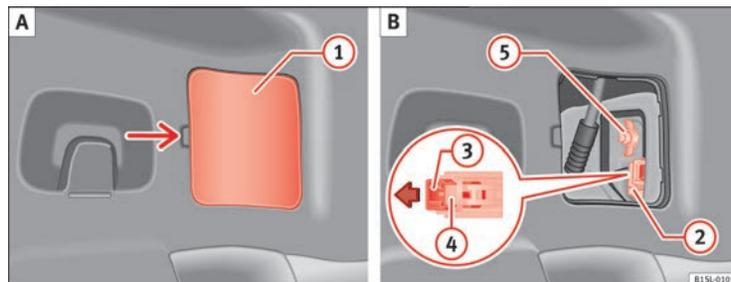

Abb. 148 Seitlich im Gepäckraum: A: Abdeckung ausbauen, B: Rückleuchte ausbauen.
3. Die Abdeckung ① vorsichtig abhebeln → Abb. 148 A.
4. Verriegelung ③ am Anschlussstecker ② in Pfeilrichtung ziehen → Abb. 148 B. Dazu den Schraubendreher aus dem Bordwerkzeug zur Hilfe nehmen.
5. Verrastung ④ drücken und Anschlussstecker ② abziehen → Abb. 148 B.
6. Flügelmutter ⑤ abschrauben → Abb. 148 B.
13. Mit einer Hand die Rückleuchte an der Einbauposition halten und mit der anderen die Flügelmutter ⑤ festdrehen → Abb. 148 B.
15. Anschlussstecker ② auf den Lampenhalter stecken und Verriegelung ③ entgegen der Pfeilrichtung in den Stecker drücken → Abb. 148 B.